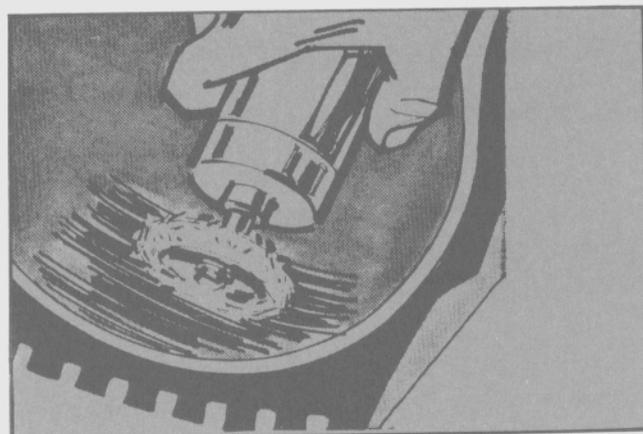

Fig. 24 Cepillado de la zona a reparar
- Raspar la zona demarcada anteriormente con la finalidad de cambiar la textura de la superficie y permitir una buena adhesión del material de reparación. Extraer la suciedad originada por este pulido. **Importante:** No forzar el raspado. Se debe tener especial cuidado de no atravesar el cojín interior para evitar que se espongan los cordones de la carcaza (Fig. 24).